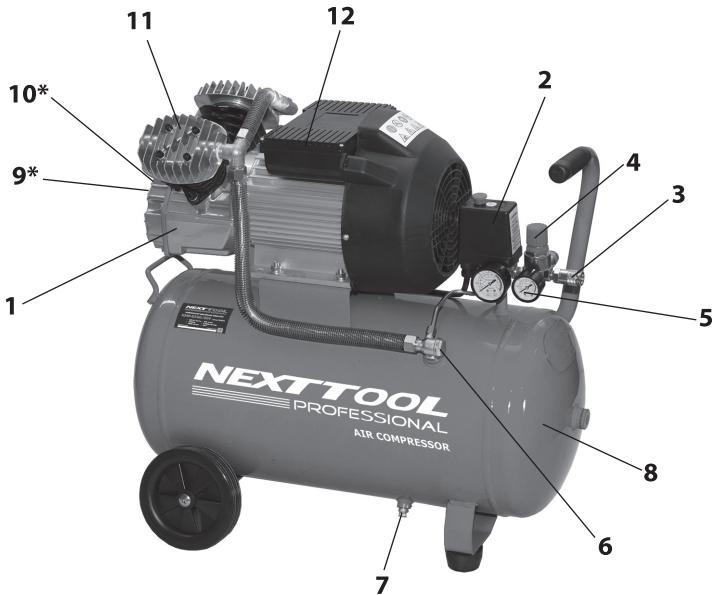

рис.1
1.6 Общий вид компрессора представлен на рис.1
1.7 Картер компрессорной группы (рис.1 поз.1) с двигателем закреплены на металлическом корпусе ресивера (рис.1 поз.8). Вращение якоря двигателя преобразуется кри-
подключении к быстроразъёмным выходным штуцерам (рис.1 поз.3) коллектора пнев-
ВНИМАНИЕ! При внезапном обесточивании компрессора (отключении подачи тока, срабатывании сетевого автоматического выключателя или иной причине) необходимо выключить компрессор, утопив кнопку реле давления (рис.1 поз.2) - положение «Нажато!» Это позволит продолжить работу после подачи напряжения и предотвратит возможные поломки.
При подключении компрессора к сети питания, убедитесь что, выключатель реле давления находится в позиции «Выкл», положение «Нажато». Запустите компрессор, переведя выключатель в позицию «Вкл», положение «Отжато». Для обеспечения хорошей работы компрессора при первом запуске рекомендуется оставить компрессор работающим в течение 5 - 8 минут с полностью открытыми выходными кранами и редуктором, после чего откройте вентиль слива конденсата (рис.1 поз.7), находящийся снизу ресивера и слейте конденсат. После первых 5-ти часов работы компрессора проверьте крепление винтов головки цилиндра и кожуха двигателя.